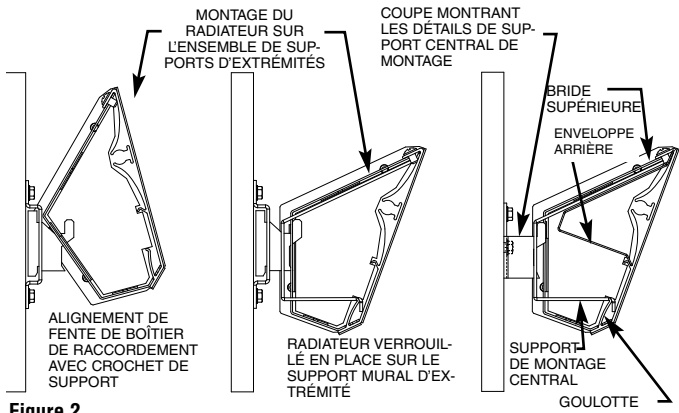

Figure 2
4. Pour monter le radiateur en corniche, accrochez son support central sur le support mural central en basculant le radiateur en arrière et en permettant que la fente supérieure tombe dans le crochet du support, comme en Figure 2. Fixez les boîtiers de raccordement sur les supports muraux d'extrémités de façon similaire. Ramenez le radiateur en corniche vers l'avant pour le verrouiller en place.
4. Pour monter le radiateur en corniche, accrochez son support central sur les supports muraux centraux en basculant le radiateur en arrière et en permettant que la fente supérieure tombe dans le crochet du support, comme en Figure 2. Fixez les boîtiers de raccordement sur les supports muraux d'extrémités de façon similaire. Ramenez le radiateur en corniche vers l'avant pour le verrouiller en place.